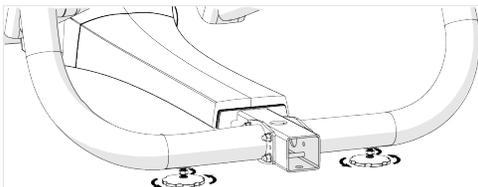

Abbildung 20
- Korrigieren Sie die Höhe der verstellbaren Füße wie nachstehend beschrieben (Abbildung 20). Zum Anheben drehen Sie sie gegen den Uhrzeigersinn. Zum Absenken drehen Sie sie im Uhrzeigersinn.